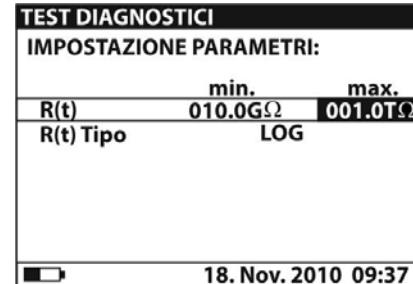

Fig. 28: Réglage des paramètres Grafico R(t)
7. À cause de la possible longue durée du Timer (jusqu'à 30 min), l'instrument utilise un algorithme spécial interne (LOG) pour tracer le graphique (voir Fig. 28)